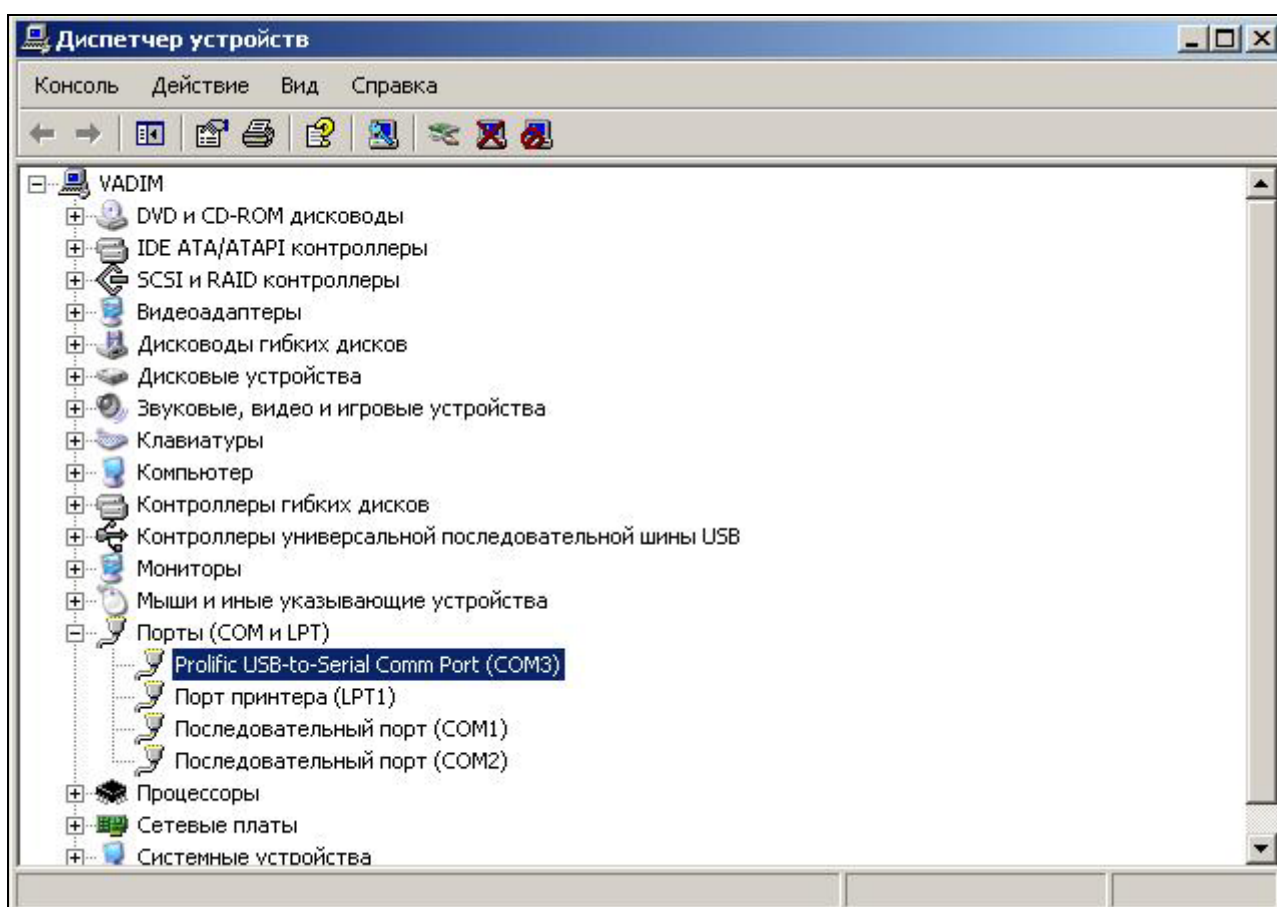

Рисунок 99 – Определение номера установленного COM-порта.
7.2.3 После того как система сообщит, что оборудование установлено и готово к работе необходимо открыть Диспетчер устройств и найти строку с указанием номера установленного COM-порта (см. рисунок 99):